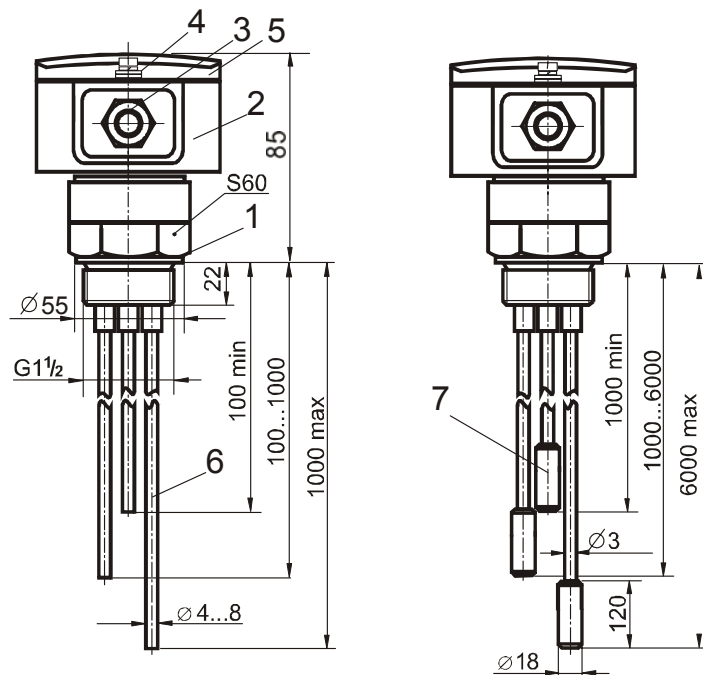
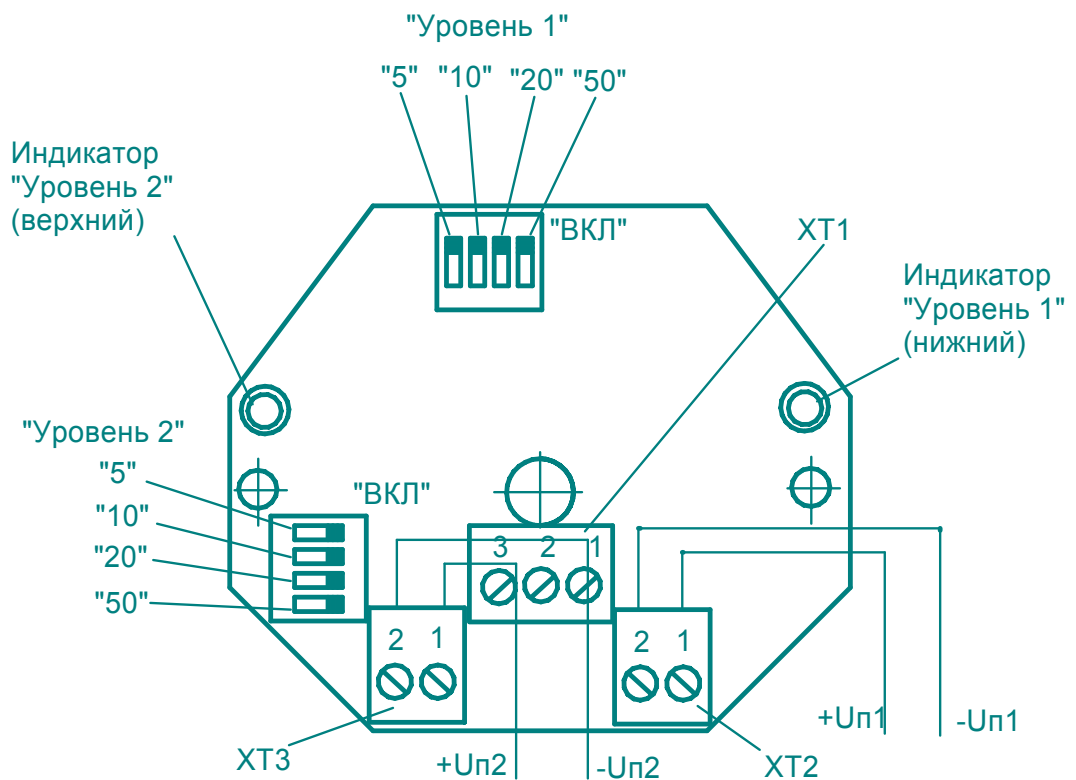

Рисунок 16 – Трехэлектродные датчики ЗКС1ХПИХ и ЗКС22ПИХ
Рисунок 18 – Внешний вид электронного модуля датчика 3КСХХПИХ
3.3.5 Трехэлектродные датчики (рисунок 16) состоят из штуцера 1, имеющего соединительную резьбу $G1\frac{1}{2}$, с закрепленным на нем корпусом 2, имеющим кабельный ввод 3. Корпус трехэлектродного датчика имеет зажим заземления 4 и закрыт крышкой 5. На штуцере располагаются стержни 6 стержневого чувствительного элемента или тросы, снабженные грузами 7 на концах, гибкого ЧЭ. В корпусе установлен электронный модуль (рисунок 18) с индикаторами, блоками переключателей, и клемными блоками, предназначенными для подключения датчика.